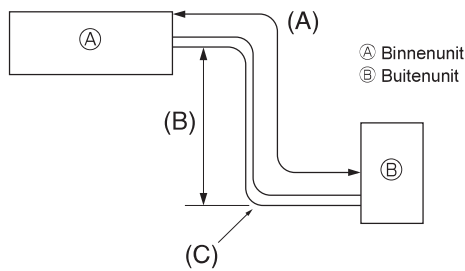

Fig. 5-1
5.1. Koelleidingwerk (Fig. 5-1)